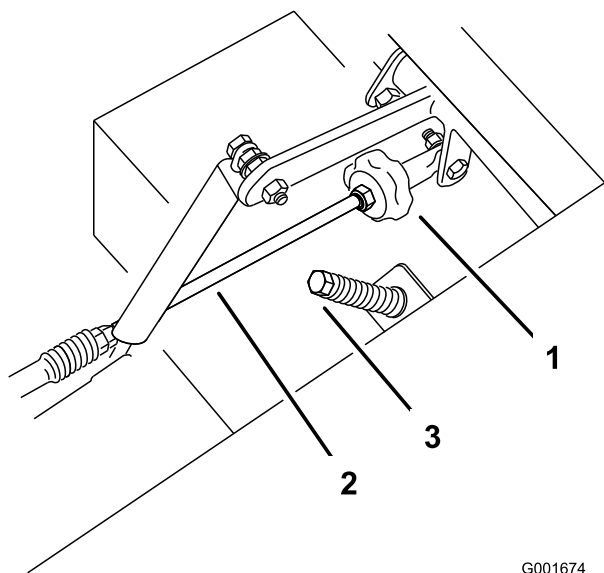

Figura 60
2. Ajuste la longitud de la varilla de la bomba girando el pomo, en el sentido apropiado, hasta que la rueda quede estacionaria o se mueva muy lentamente en marcha atrás (Figura 60).